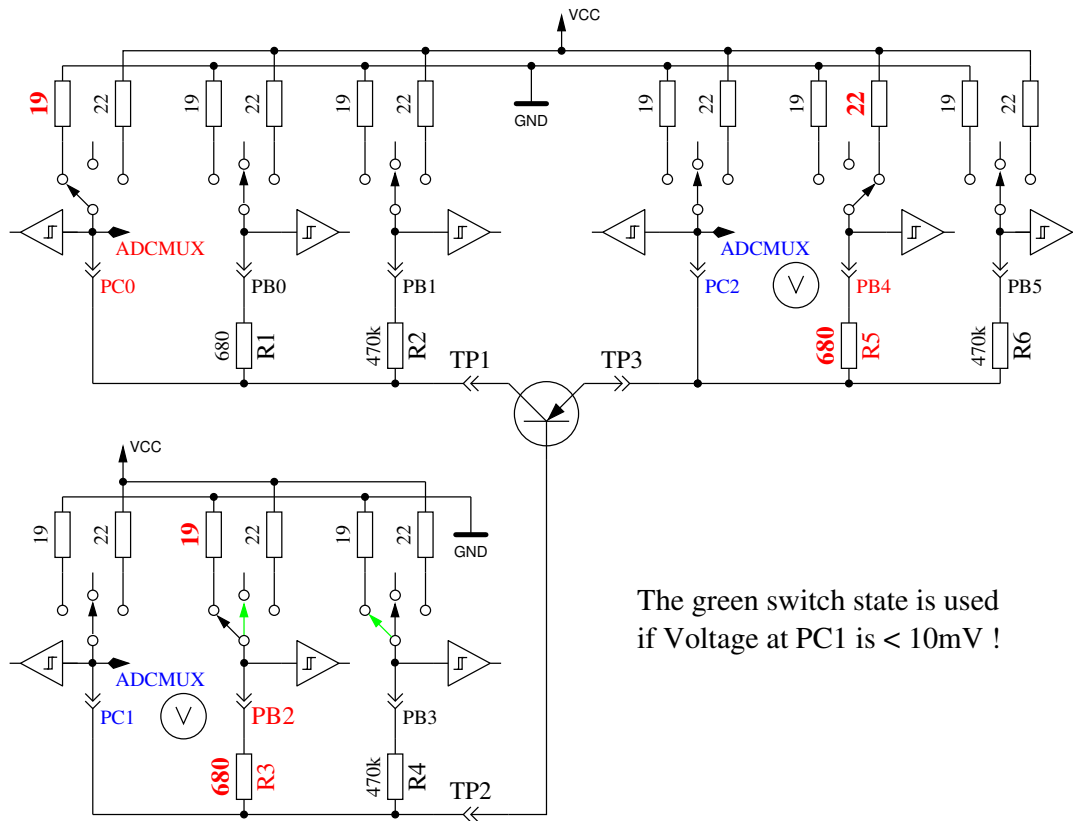

Abbildung 5.3: hFE Messung eines PNP Transistors in Kollektor-Schaltung
Zuerst wird der Stromverstärkungsfaktor in der Kollektor-Schaltung (Emitter-Folger) für den angenommenen PNP Transistor gemessen. Die Meßsituation wird in Abbildung 5.3 gezeigt. Wenn die gemessene Basis-Spannung (UB) über 9mV mit dem 680Ω Widerstand liegt, wird die Stromverstärkung hFE berechnet mit $hFE = \frac{UE-UB}{UB}$. Die Spannung UE ist die Differenz der Emitter-Spannung zu VCC. Die Differenz des 22Ω und 19Ω Widerstandes wird nicht berücksichtigt. Wenn die UB Spannung unter 10mV liegt, wird die Messung mit dem $470k\Omega$ Widerstand an der Basis gemacht. Für diesen Fall wird der Stromverstärkungsfaktor mit $hFE = \frac{UE \cdot 470000}{UB \cdot (680 + 22)}$ gebildet. Weil der Stromverstärkungsfaktor für Darlington-Transistoren sehr hoch werden kann, wird der Faktor auf 65535 ($2^{16} - 1$) limitiert.